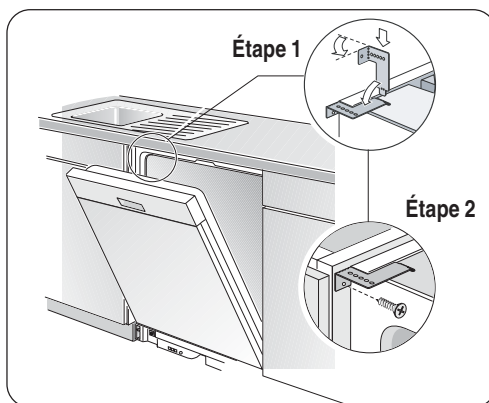

Figure 11
- 2 Sur le côté** est utilisé pour les comptoirs en marbre, granite ou autre matériaux très durs ne pouvant être percés. Plier la fixation le long des petits points et dans la même direction que les deux petites languettes. Orienter les fixations comme à la **figure 11** et 2 petites languettes sur la fixation sur les deux fentes des coins avant du lave-vaisselle. Pousser fermement sur les fixation pour insérer les languettes dans les fentes.